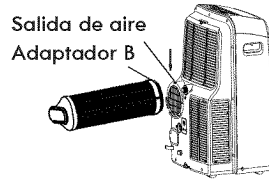

Fig.17
2. Dirija las lengüetas del adaptador B a las ranuras de salida de aire y empuje hacia abajo para asegurarlas en su lugar (véase la Fig. 17).